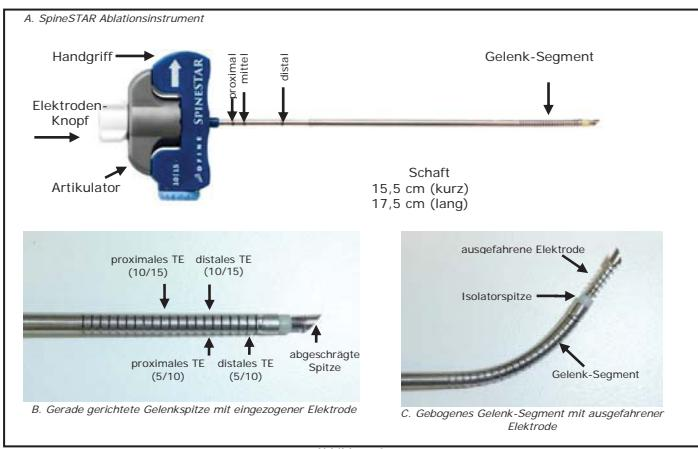

Abbildung 2
Abbildung 2: Das SpineSTAR (SS) Ablationsinstrument (A) hat einen Handgriff, der einen Artikulator (graue Farbe) aufweist, der das Gelenk-Segment in die Richtung der Markierung (weißer Pfeil) biegt, und einen weißen Elektroden-Knopf, mit dem die Elektrode vom distalen Ende des Gelenk-Segments (C) ausgefahren wird. Die maximale Distanz, um die sich die Elektrode über das Ende des Gelenk-Segments ausfahren lässt, beträgt 10 mm. Am Gelenk-Segment des Schaffts (B) befinden sich zwei Thermoelemente (TE). Bei der TE-Konfiguration 10/15 befindet sich das distale TE 10 mm und das proximale TE 15 mm von der Isolatorspitze entfernt; bei der TE-Konfiguration 5/10 befindet sich das distale TE 5 mm und das proximale TE 10 mm von der Isolatorspitze entfernt. Die Position der abgeschrägten Spitze und der TEs in Bezug auf das distale Ende der Arbeitskanüle wird durch drei schwarze Markierungen am Schafft dargestellt. Die Isolatorspitze (C) ist strahlendurchlässig und stellt die Mitte der Ablationszone dar.